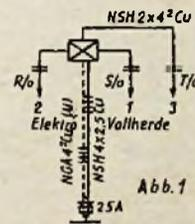
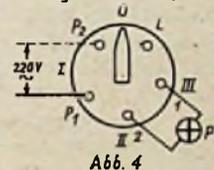

Abb. 1
Abb. 4
Abb. 4: Steuerung des Katodenstromes einer Elektronenstrahlröhre durch den Wehneltzylinder, a) Vorspannung 0, höchstmöglicher Elektronenstrom; b) mittlere Vorspannung, mäßiger Elektronenstrom; c) Vorspannung = Sperrspannung, Elektronenstrom nach außen unterdrückt
auszusehen, daß die Herde dauernd mit vollem Einsatz (Stufe III) im Betrieb sind und eine Verstärkung der Hauptzuleitung nicht sogleich erfolgen konnte. Diese starke Beanspruchung der Elektroherde veranlaßte öfter Störungen (Sicherungen brannten durch). Als im ersten Herde zwei Regelschalter ausfielen, wurde bei dieser Gelegenheit auch eine Gummischlauchleitung NSH 4 · 2,5² Cu auf Putz nachgelegt, die Hauptleitung von 4 auf 6,5² verstärkt und mit 25 A abgesichert. Abb. 1 zeigt den Anschluß der drei Herde an je eine Phase und Nulleiter bei symmetrischer Verteilung. Beim Schmelzen einer Sicherung fällt nur ein Herd kurzzeitig aus. Die elektrische Kochstromanlage ist jetzt betriebssicher. Herd 1 wurde vom dreiphasigen auf einphasigen Anschluß umgeschaltet (Abb. 2 und 3). Zum Ausbau der beiden defekten Regelschalter Herd 1 (Platte 1200 und 1800 W) und Einbau der neuen Schalter 15 A, 250 V zunächst die Schalterknebel auf Stellung 0 und dann das Abschlußblech mit den markierten Schaltstellungen abgenommen werden. Die Kochplatten sind herauszunehmen und die Herdplatte muß freigelegt werden. Der Herd ist zuvor abzuschalten und die Anschlußleitung NSH 2 · 4² Cu abzuklemmen. Bevor neue Regelschalter eingebaut werden, muß die Schaltstellung 0 geprüft und festgestellt werden. An die Klemmen P 1 und P 2 der Schalter wird die Prüfspannung 220 V ~ gelegt und der Schalter betätigt, bis an den Klemmen L—1, L—2 und 2—1 keine Spannung liegt bzw. die Prüflampe (P) nicht brennt, also Schaltstellung 0 vorliegt. Die Schalter sind entsprechend der Schalterknebelstellung zu montieren (Abb. 4). Die Anschlußklemmen P 1 und P 2 sind gegenüber denen der alten Schalter nach links versetzt, da neue Schalter anderen Fabrikats vorgelegen